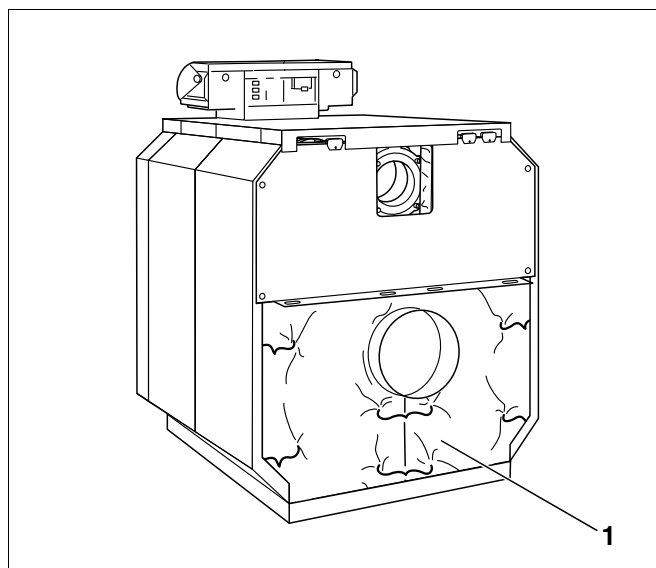

Рис. 76 Скрепление теплоизоляции на задней стенке
- Отогнуть вниз теплоизоляцию на задней стенке и скрепить ее пружиной под патрубком дымовых газов (рис. 76, поз. 1).